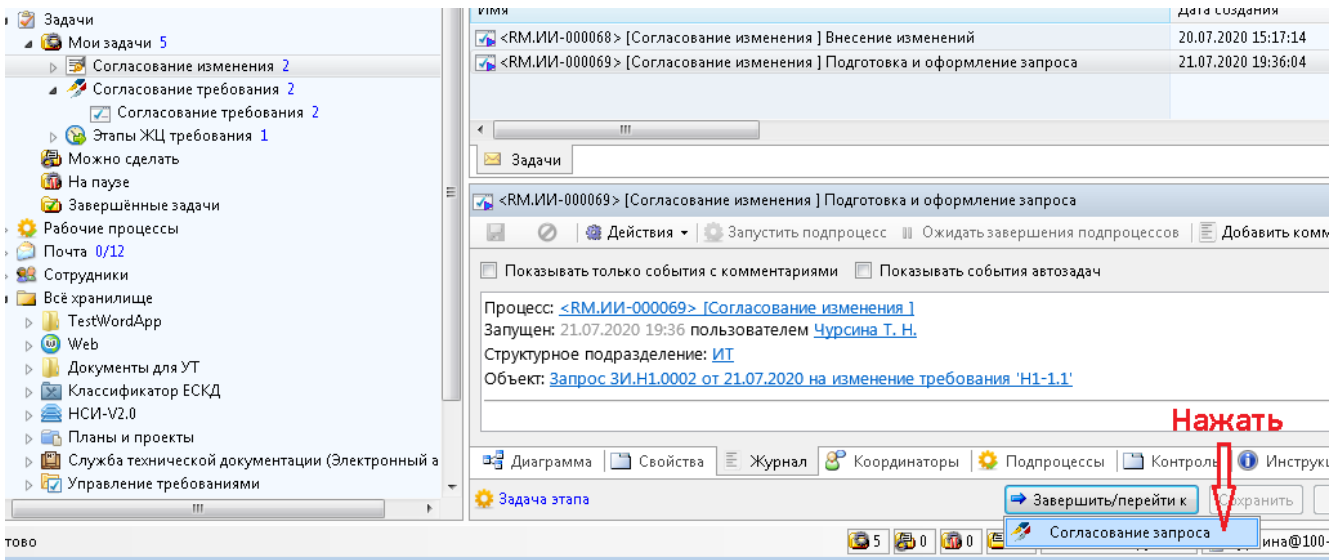

Рисунок 331 — Окно завершения задачи процесса
- нажать «Завершить/перейти к» (Рисунок 331);